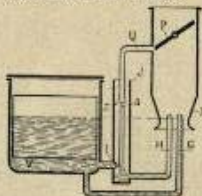

Bild 14. Schema des Zenith-Vergasers.
Man benötigt also eine **Verlaufsrichtung** (Bild 14). Sie besteht aus der Zuleitung (U), die dort in den Saugkanal mündet, wo bei fast ge-